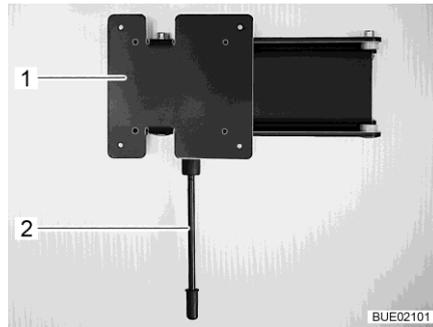

Fig. 90 Soporte de pared
- Posicionar:** ■ Tirar la palanca de desbloqueo (Fig. 90,1) hacia abajo y girar el soporte (Fig. 90,2) con la pantalla plana a la posición deseada.